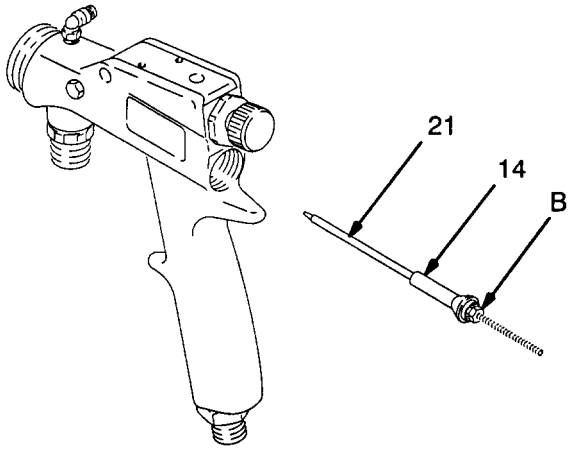

Fig. 10
7. Plasser den nye luftventilen (14) på væskenålen (21), mot mutteren (B). Se Fig. 10. Dette gjør det enklere å entre luftventilstammen inn gjennom U-cup-pakningen (33) uten å skade pakningsleppen.
8. Sett inn væskenålen (21) og luftventilen (14) fra baksiden av pistolen.